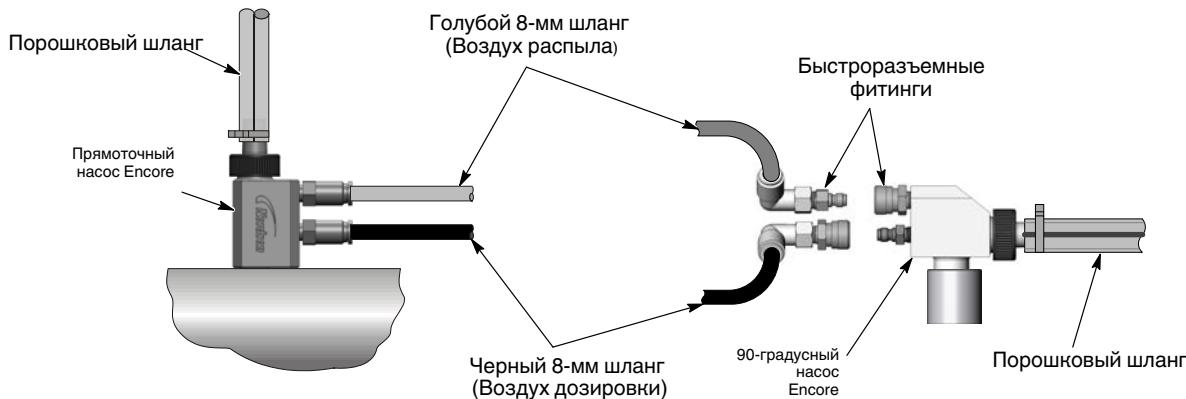

Рис. 3-9 Подсоединение насоса
- См. рис. 3-9. Подсоединить пневмошланги к фитингам насоса.